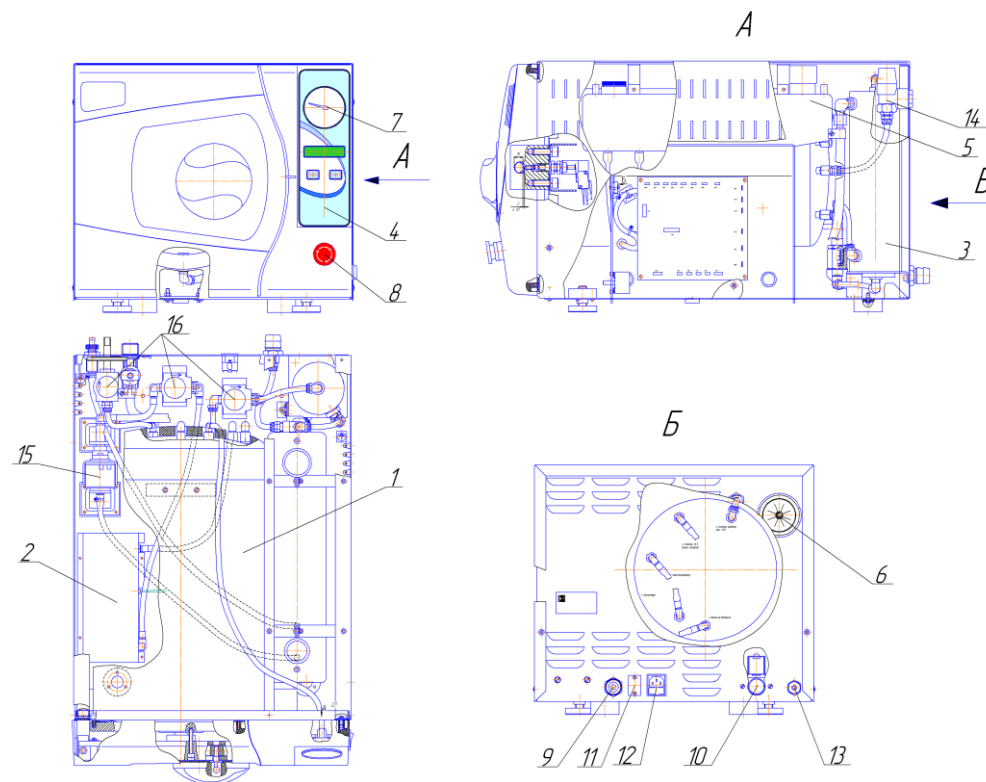

Рисунок 1 – Стерилизатор ГКа-25-ПЗ. Внешний вид.
(см. рисунок 1): стерилизационная камера 1, парогенератор 2, конденсатор 3,
1.4.2 Стерилизационная камера имеет цилиндрическую форму. Стерилизационная камера (см. рисунок 1) выполнена из нержавеющей стали. На верхней крышке корпуса стерилизатора расположены отверстия для заливки дистиллированной воды в бачок и проверки работы предохранительного клапана. На задней стенке корпуса стерилизатора расположен сливной вентиль бачка с дистиллированной водой. На передней стенке корпуса расположен сливной вентиль для слива воды из бачка с конденсатом. Сливные вентили должны находиться в положении «закрыто». При транспортировании, хранении и т.п. необходимо открыть сливные вентили и слить воду из бачков.
Блок управления снаружи покрыт пластиковой эластичной накладкой, через которую нажатием пальца происходит включение необходимой кнопки. Мановакуумметр (см. рисунок 1) предназначен для визуального контроля давления в стерилизационной камере.
1.4.7 Фильтр бактериальной очистки (см. рисунок 1) предназначен для очистки атмосферного воздуха, поступающего в стерилизационную камеру на этапе выравнивания давления.